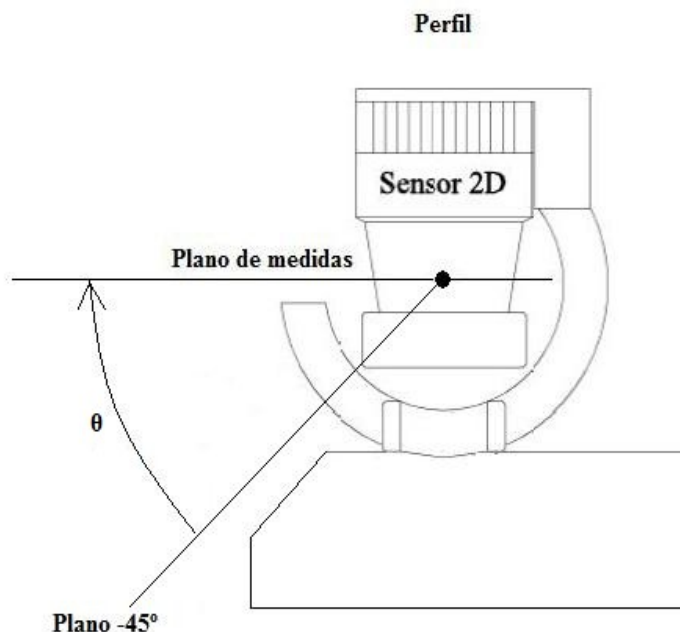

Figura 1: Definición del ángulo de inclinación azimutal.
El valor máximo admitido es de 96.000 pasos y el valor mínimo es 0. El ángulo azimutal θ está medido en sentido ascendente desde un plano inclinado -45° respecto a la horizontal tal y como se observa en la Figura 1.
- **X_{1...6}** : Es el ángulo azimutal de inicio de pasada θ_i medido en pasos como se detalla en la Figura 1 y con la misma codificación que en la función mover.
- **X_{7...12}** : Es el ángulo azimutal de final de pasada θ_f medido en pasos (ver Figura 1) con la misma codificación que en la función mover.
PX₁X₂X₃X₄X₅X₆(LF)(LF): X_i representa el ángulo azimutal θ en pasos y codificación decimal en la que se ha tomado el escáner. Consulte Figura 1 y función MO.